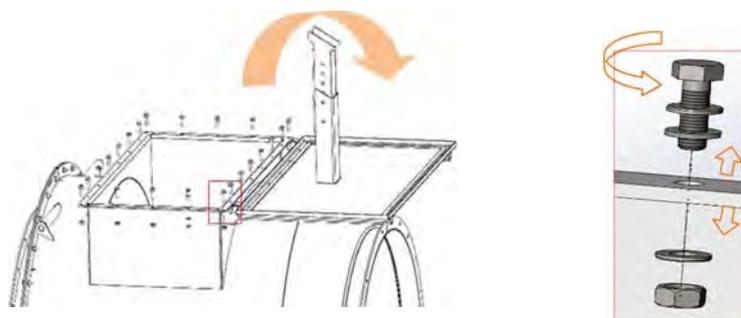

Figure 12 : ouverture de la trappe d'inspection
Étape 1 : ouvrez la trappe d'inspection comme illustré sur la figure 12,